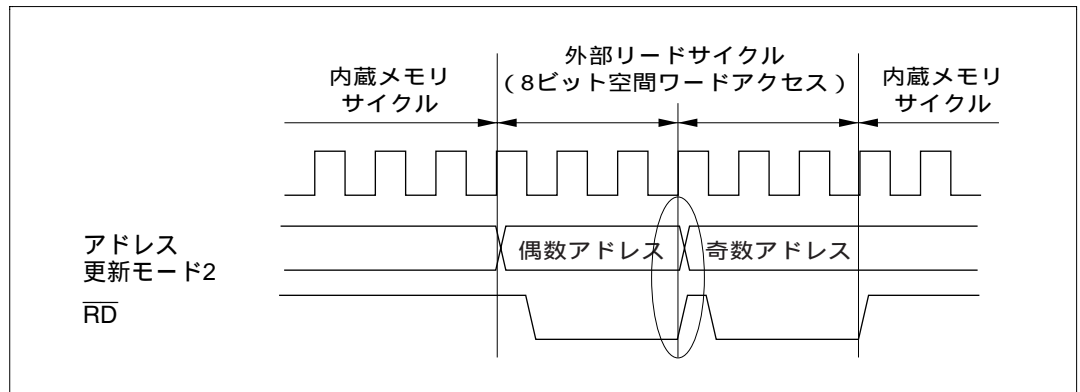

図 6.6 アドレス更新モード2での外部空間連続アクセス例
- ・  $\overline{RD}$  の立ち上がりに対するアドレスのホールド確保を目的として、アドレス更新モード2を使用する場合、外部空間リードアクセスは、必ず単一のアクセスサイクルで終了してください。たとえば、8ビットアクセス空間に対するワードアクセスは図6.6のようにバスサイクルが2回に分割され、単一のアクセスサイクルとはなりません。このようなケースでは、1回目のアクセスサイクル（偶数アドレス）と2回目のアクセスサイクル（奇数アドレス）の間の  $\overline{RD}$  の立ち上がりで、アドレスのホールドが保証されません。（図中の楕円で囲んだ部分）。